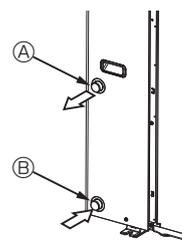

Fig. 4-1
4.1. Anslutning av vattenrör (Fig. 4-1)
- Utlopps- och inloppsrorens placering visas i Fig. 4-1.
[Fig. 4-1]